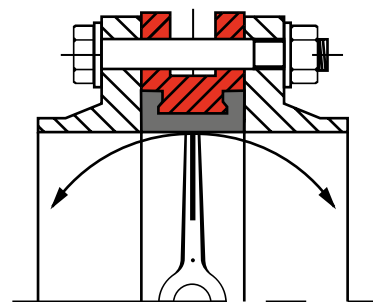

Рис. 3 (правильно)
- Перед началом монтажа важно убедиться, что внутренний диаметр фланцев соответствует номинальному диаметру дискового поворотного затвора (Рис. 3).